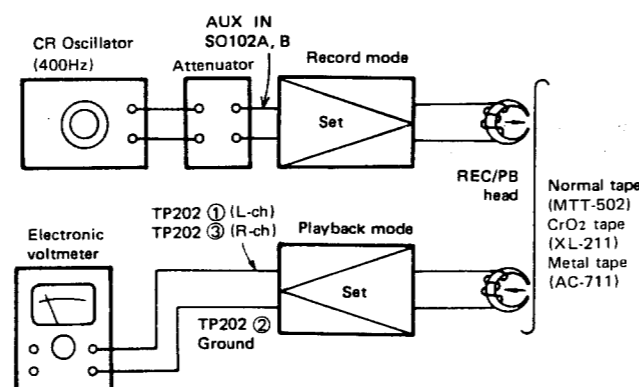

Figure 31-4
- Make connection of instruments as shown in Fig. 31-4, adjust variable resistor VR203 or VR204 so that the record/playback sensitivity is as shown in Table 31-4.
- Stellen Sie zwischen den Instrumenten eine Verbindung her (siehe Abb. 31-4) und stellen Sie die Regelwiderstände VR203 oder VR204 so ein, daß die Aufnahme/Wiedergabe-Sensitivität die in Tabelle 31-4 angegebenen Werte annimmt.
- Brancher les appareils comme le montre la Figure 31-4 et régler la résistance variable VR203 ou VR204 de telle sorte que la sensibilité d'enregistrement/lecture soit comme montrée sur le Tableau 31-4.